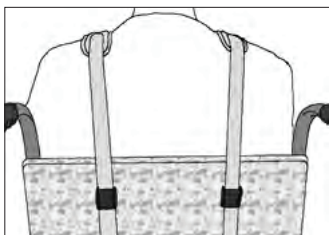

Figure 6
1. Identifiez des emplacements pour la fixation des quatre boucles à came sur le dossier. Percez des trous ou identifiez des endroits pour l'installation d'écrous en T sur le dossier, et sécurisez les boucles à came au moyen de vis ou de boulons appropriés (non fournis). Faire référence à Fig. 6 & 7.